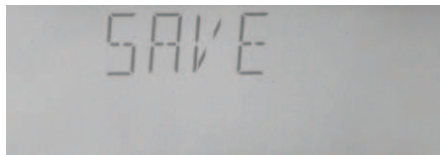

Figura 4-41 Configuración de guardado del sistema
- a) Seleccione "SAVE" mediante **▲** o **▼**, como se muestra en la figura 4-41.